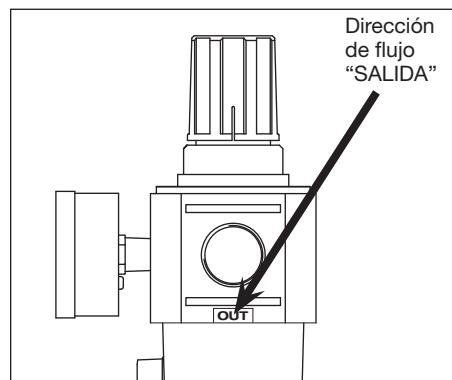

Figura 2. Detalle que ilustra la localización del flujo de “SALIDA”
1. Localizar las direcciones de flujo de aire “ENTRADA” y “SALIDA” (Ver en la Figura 2 el detalle que ilustra “SALIDA”). Éstas indican la dirección del flujo de aire.